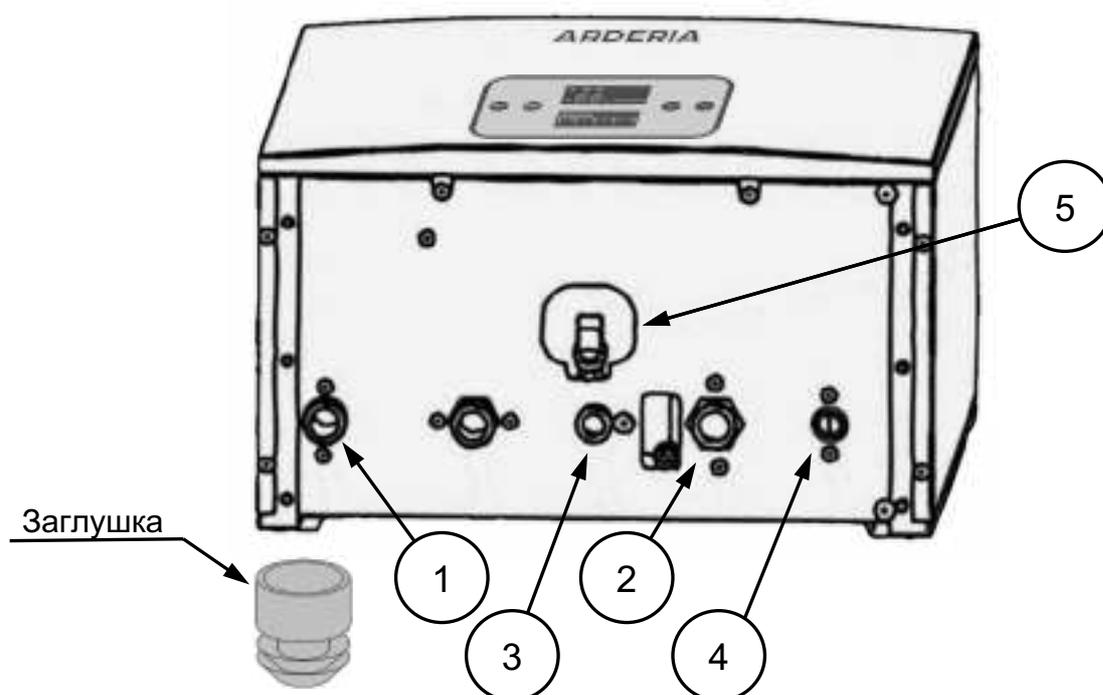

Рис. 21 Патрубки присоединения котла к трубам.
- Трубы отопления и водоснабжения подключают к патрубкам котла, предварительно сняв транспортные, защитные заглушки (См. Рис. 21).